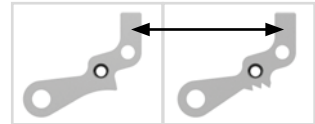

Fig. 41
- 1 Sostituire il nottolino di arresto con il nottolino con denti di arresto (fig. 41).